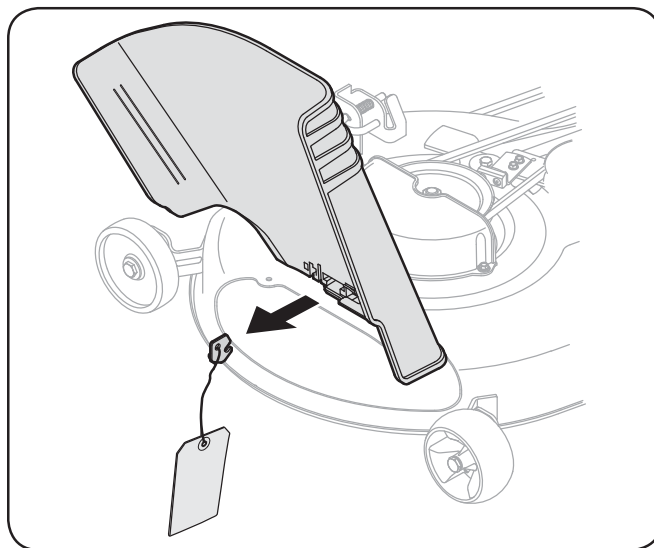

Figure 3-2
- Repérez le support de la goulotte d'éjection et son étiquette d'avertissement sur la droite du plateau de coupe, entre la goulotte d'éjection et le plateau de coupe. Voir la Figure 3-2.